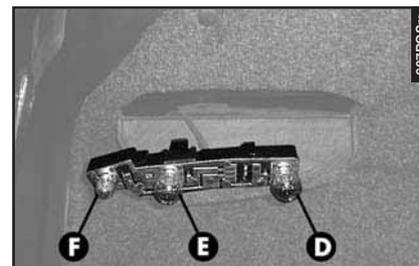

fig. 58
– Rimuovere e sostituire la lampada interessata (di tipo sferico con innesto a baionetta) spingendola leggermente e ruotandola in senso antiorario (**fig. 58**):